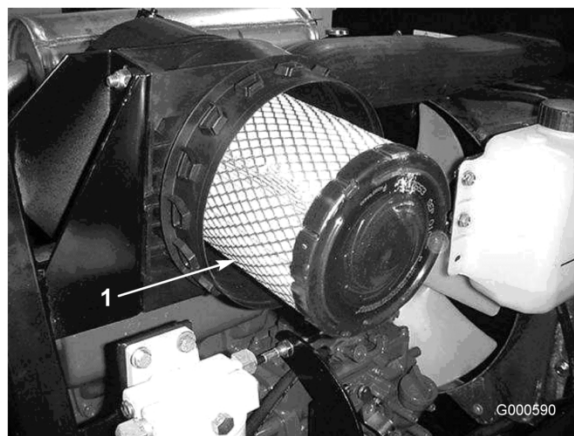

Figura 29
3. Retire e substitua o filtro primário (Figura 29).